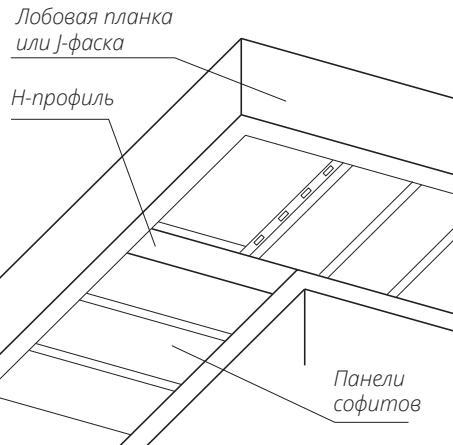
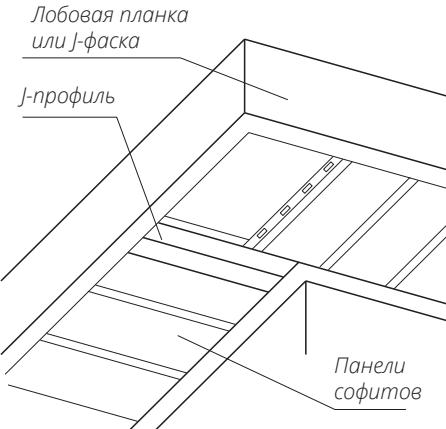
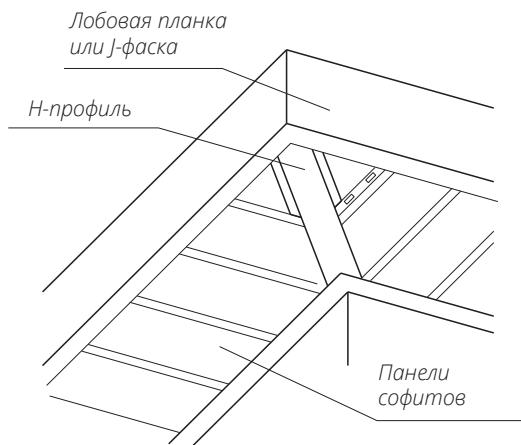
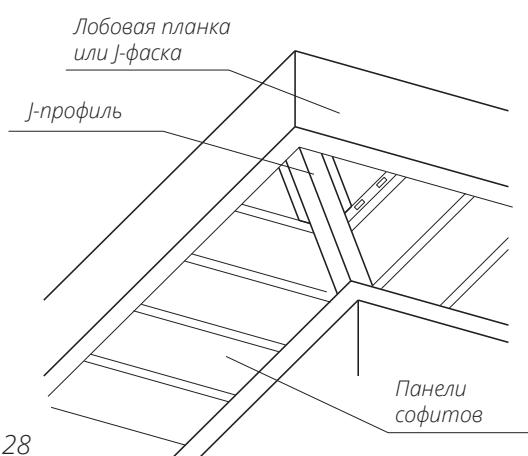

Рис. 25
Рис. 26
Рис. 27
Рис. 28
■ Оформление поворота можно производить как под прямым углом (рис. 25, рис. 26), так по диагонали (рис. 27, рис. 28). В обоих случаях на стыке панелей софита могут использоваться Н-профиль (рис. 25, рис. 27) либо два J-профиля (рис. 26, рис. 28). Если не требуется скрыть крепеж, используйте Планку стыковочную простую.
- Перед монтажом планки сделайте ее разметку, приложив к месту установки так, чтобы зазоры между доборными элементами были минимальны. Обрежьте лишнее (рис. 25). Закрепите планку саморезами к обрешетке.